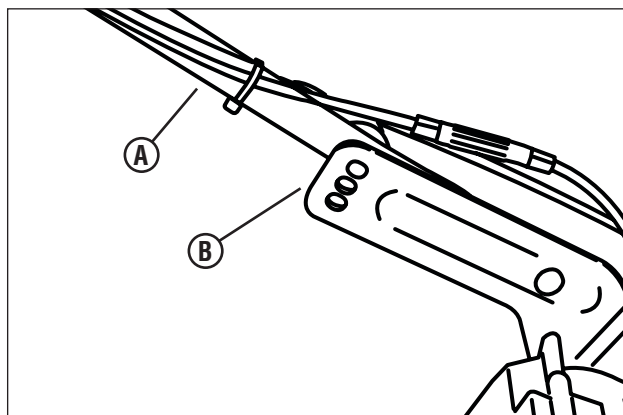

Figure 5 : Réglage de la hauteur de la poignée
1. Déposer les boutons à écrou, les rondelles, et les boulons qui maintiennent le bas du poignée (**A**, Figure 5) sur les supports de fixation (**B**).